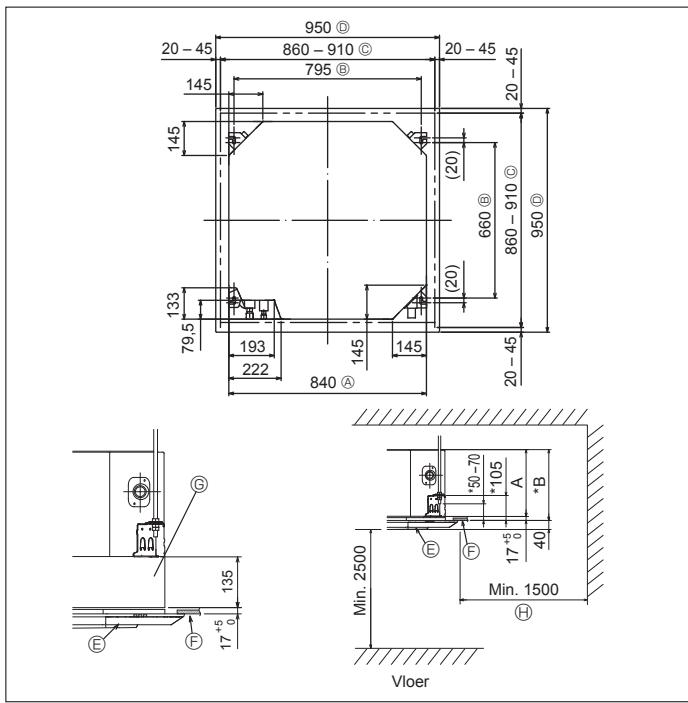

Fig. 3-2
3.2. Plafondopeningen en posities voor installatie van de ophangbouten (Fig. 3-2)
- * De afmetingen van de plafondopeningen kunnen aangepast worden binnen de begrenzingen zoals aangegeven in Fig.3-2; u moet dus het apparaat tegen het plafondopening centreren, waarbij u ervoor moet zorgen dat de respectievelijke tegengestelde zijden aan alle kanten van de opening hetzelfde zijn.